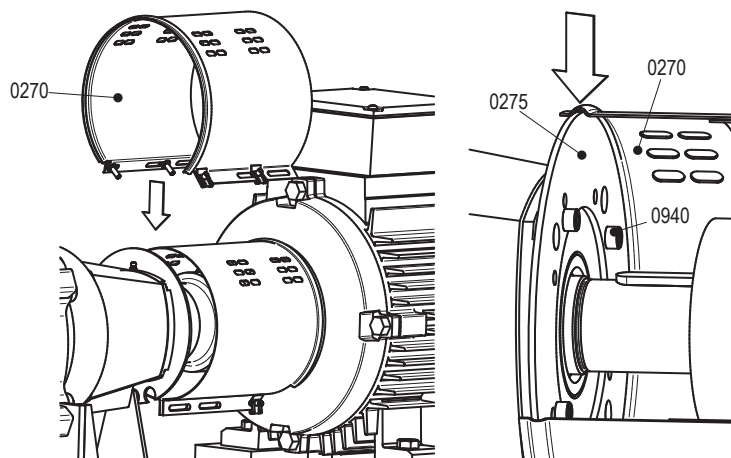

图 16: 将护套安装在泵的侧部。
- 7 拧下螺栓（0940），然后将装配板（0275）从轴承盖（2115）上拆下。对于版本 L5/L6：拧下螺栓（0940），然后将装配板（0275）从轴承座（2840）上拆下。请参阅 图 16。
- 4 使用螺栓（0940）将装配板（0275）安装至轴承盖（2115）。对于版本 L5/L6：使用螺栓（0940）将装配板（0275）安装至轴承座（2840）。请参阅 图 16。